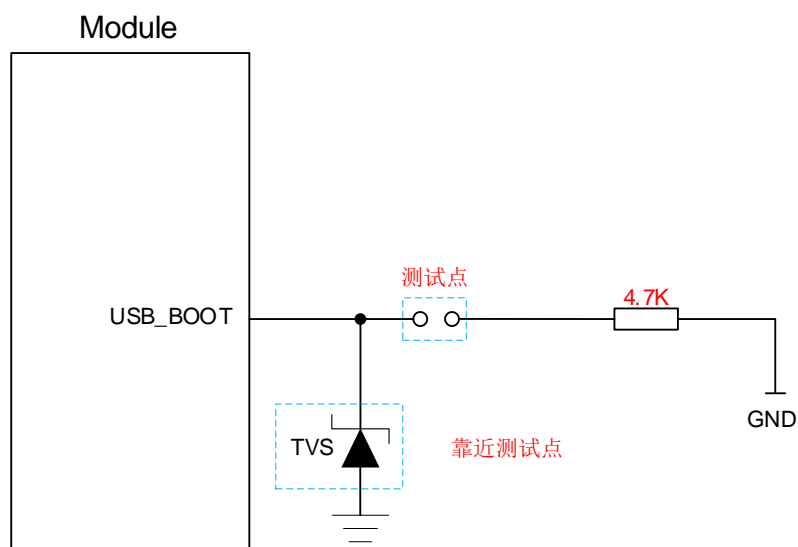

图 29: USB_BOOT 接口参考设计电路
2. 使用 MCU 控制模块进入强制下载模式时需按照如上时序图进行控制，手动强制下载方式按照图 29 所示短接测试点即可。